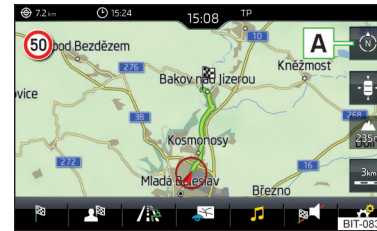

Fig. 235 Modificarea orientării hărții
► Pentru **modificarea orientării hărții** atingeți în meniul principal *Navigație* suprafața de comandă funcții **A** » fig. 235.